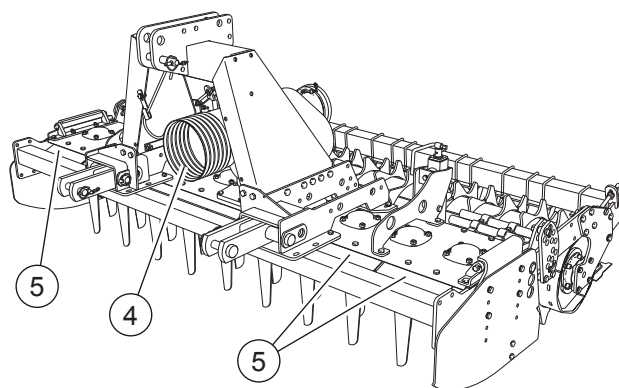

FIG. 22
- Protección de la toma de fuerza lado tractor (4, “Fig. 22”).
- Chapa de protección para evitar el acceso a la zona utensilios (5, “Fig. 22”).